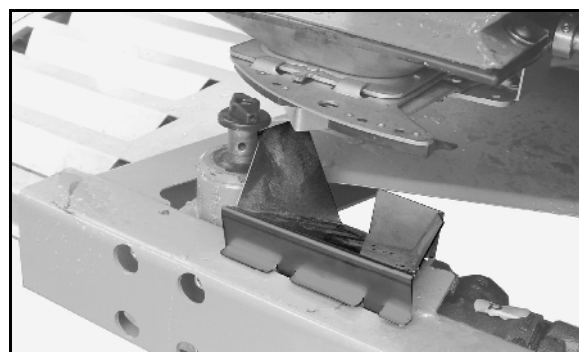

Fig. 53
5. Stikk trakten for gjødselen på rammen under venstre utløpsåpning (Fig. 53).